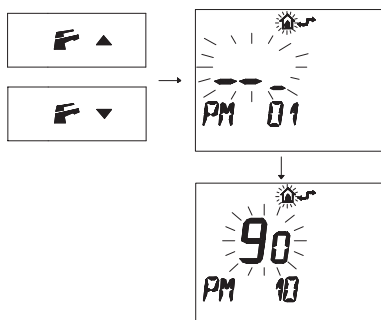

Figura 5.46
- Pulse los botones  o  para visualizar la programación "PM10" selección de la frecuencia de encendido (Figura 5.46).
En la Figura 5.46 se muestra un punto de consigna programado de **90** equivalente a un tiempo de reencendido de aproximadamente 3 minutos. El rango de regulación va desde 0 a 8 minutos y medio.